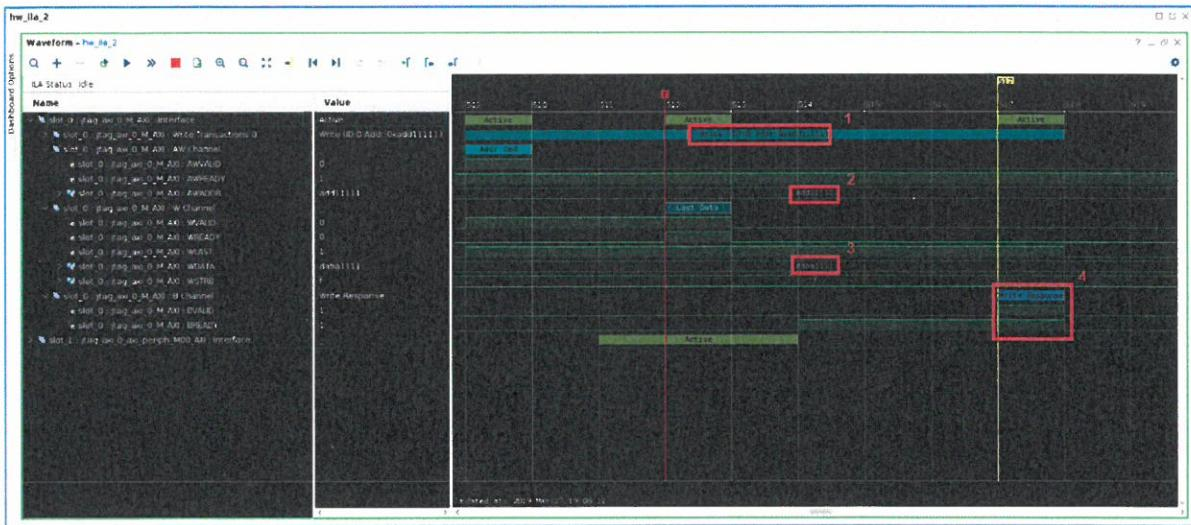

FIGURE 16 – JTAG - Interconnect Write
- **Point 1 :** Indique que l'on se trouve dans une étape d'écriture des données à une certaine adresse, *0xadd1111* sur la Figure 16.
- **Point 2 :** Il s'agit de l'adresse, en hexadécimal, à laquelle l'information est écrite. Il s'agit de l'adresse *0xadd1111* sur la Figure 16.